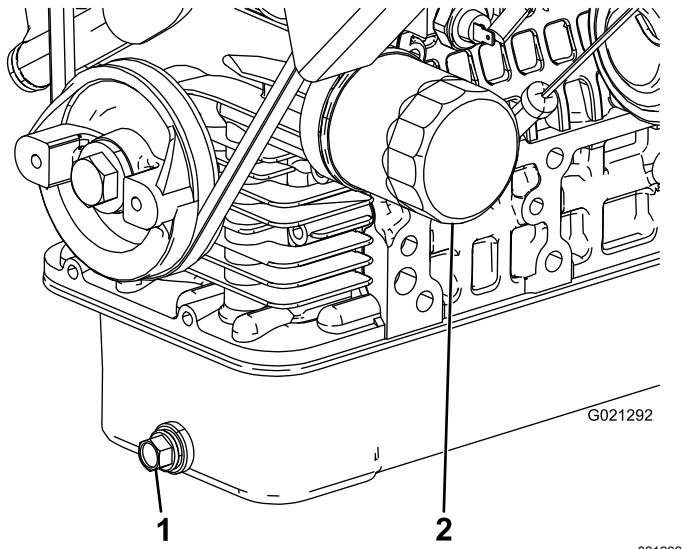

Figura 37
2. Retire el tapón de vaciado y deje fluir el aceite a un recipiente apropiado (Figura 37).
- 4. Retire el filtro de aceite (Figura 37).